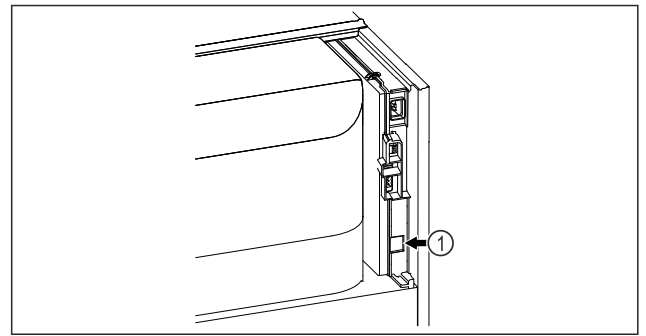

Fig. 127
- SmartModule Fig. 127 (1) este instalat.